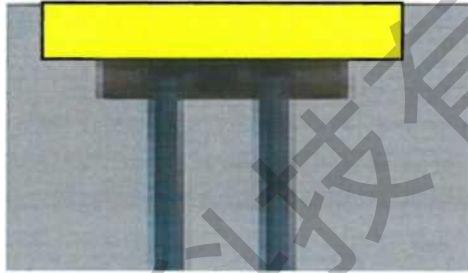

图 14 防锡溅示意图
4.1.1.12.1 使用黄色耐高温胶带将应变片的三丝处遮盖，避免焊锡溅在上面，损坏应变片 (图 14)